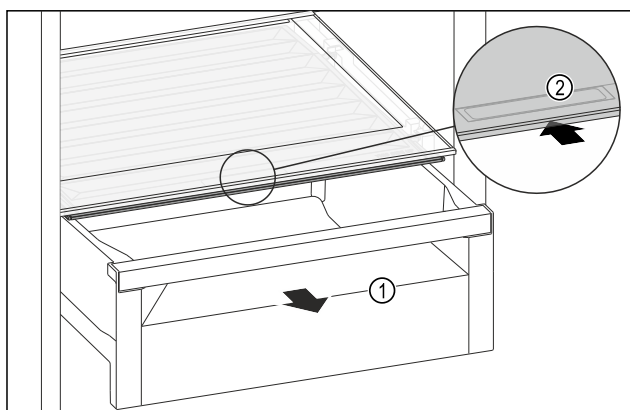

Fig. 109
- 拉出抽屉 Fig. 109 (1)。
- 抓住抽屉盖上的内嵌式拉手 Fig. 109 (2)，并同时向后推入抽屉盖。